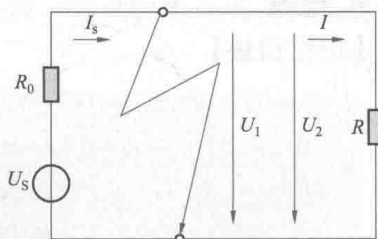

图 1-5 电路的短路状态
(3) 短路(捷路)。由于电源线绝缘损坏、操作不当等意外原因引起电源的两输出端相接触,造成电源被直接短路的情况,称为短路,如图1-5所示。